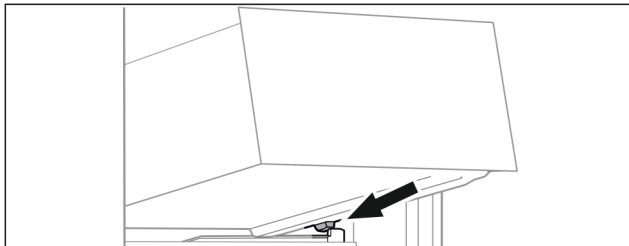

Fig. 85
- Aseta vetolaatikko vinosti rajoittimien taakse kannattimelle. (katso Fig. 85)